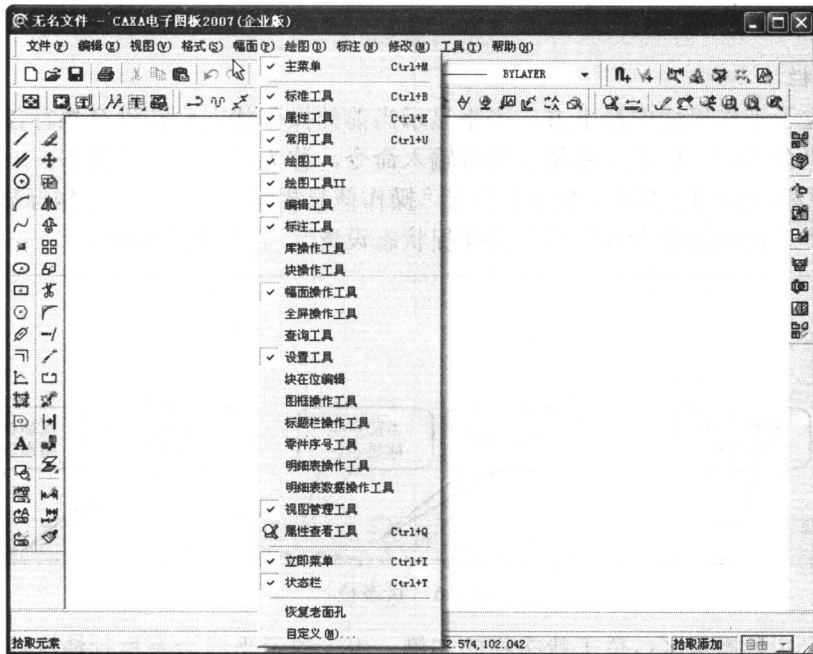

图 1-4 工具栏右键快捷菜单
(2) 将光标指向任意工具栏并单击鼠标右键，弹出如图 1-4 所示的快捷菜单，该快捷菜单列出了 CAXA 电子图板 2007 中所有工具栏的名称。若名称前带有“√”符号，则表示该工具栏已经打开。选择菜单上某一选项，就可以打开或关闭相应的工具栏。